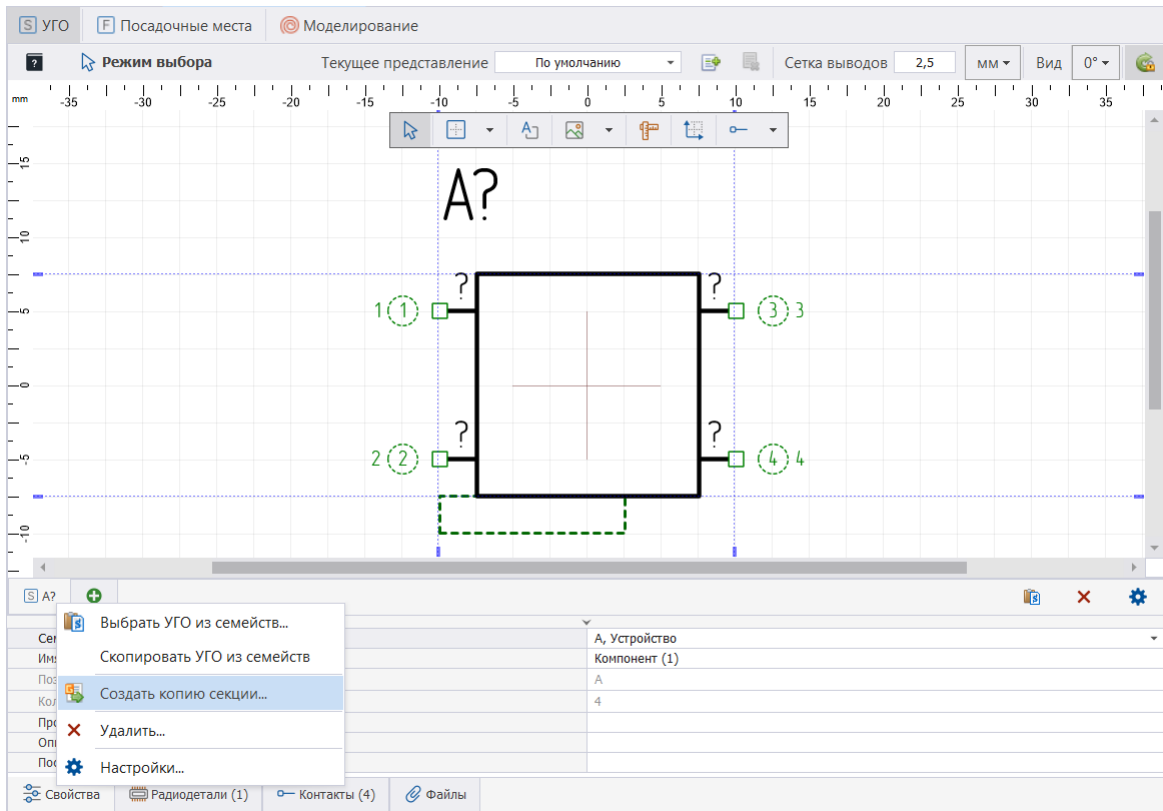

Рис. 174 Вызов инструмента копирования секции
1. В нижней левой части окна на области иконки  из контекстного меню выбрать «Создать копию секции», см. Рис. 174.